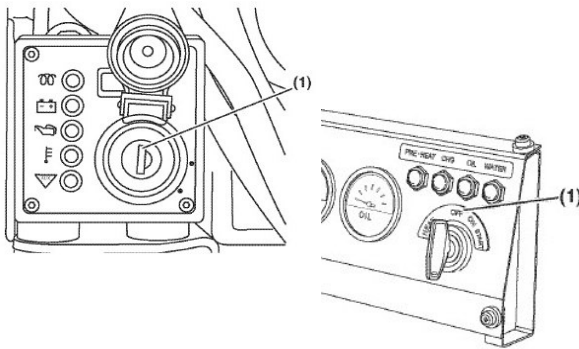

Abb. 23: Generator stoppen
Schritt 3: Das empfohlene Öl (siehe Abb. 23) bei waagrecht liegendem Motor bis zur oberen Grenzmarke (Unterkante der Öleinfüllöffnung) am Messstab einfüllen.